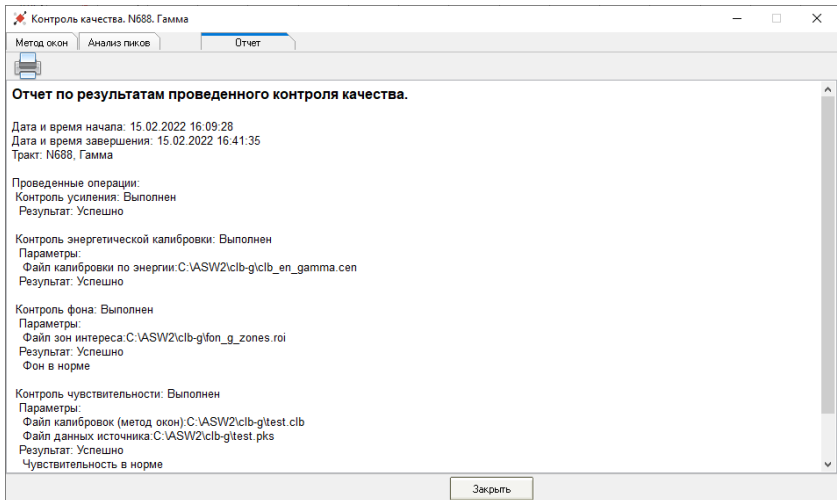

Рисунок 5. Результат проведения процедуры контроля качества по шаблону «гамма(полная)».
- По окончании процедуры контроля качества программа выведет на экран отчет по результатам (рисунок 5).